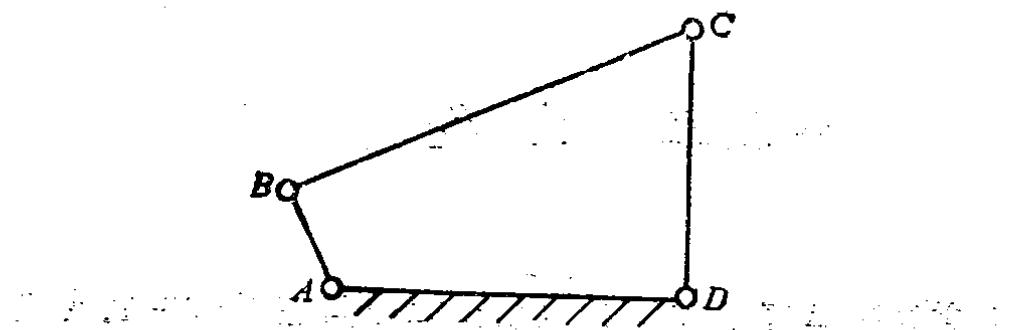

图 1-6
1. 如图1-6所示的曲柄摇杆机构， AB 为曲柄，用作图法画出摇杆的两个极限位置，并标出摆角 ϕ 。